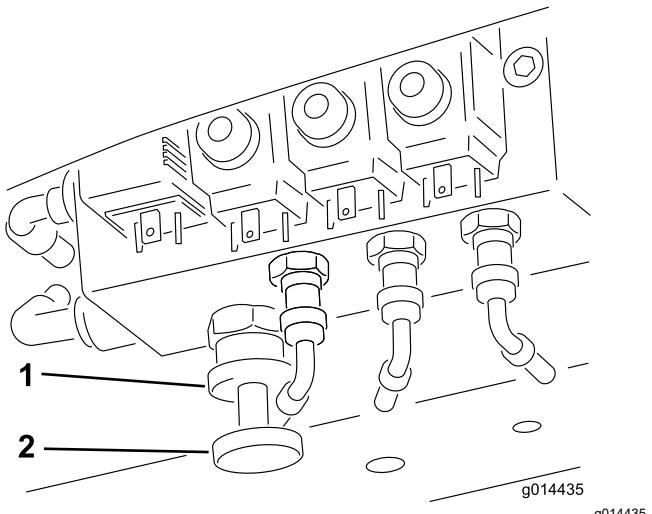

Figura 33
**Para activar la transferencia de peso:** Puede variarse la cantidad de peso transferida dependiendo de las condiciones de trabajo, girando la rueda de transferencia manual de peso (Figura 33):
1. Afloje la contratuerca de la válvula  $\frac{1}{2}$  vuelta en sentido antihorario y sujétela en esa posición (Figura 33).
2. Gire la rueda manual de la válvula (Figura 33) en sentido antihorario para reducir la transferencia de peso o en sentido horario para aumentar la transferencia de peso.